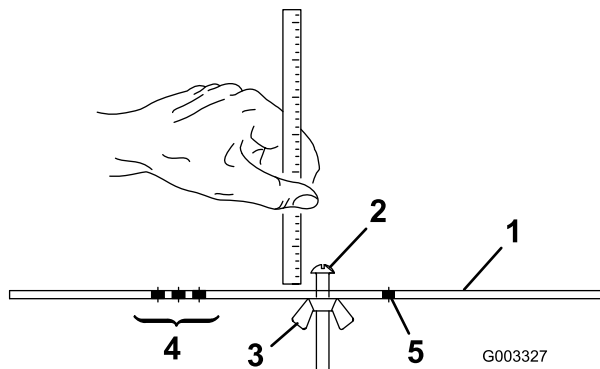

Bild 25
2. Lösen Sie die Mutter an der Messlehre (Bild 25) und stellen Sie die Einstellschraube auf die gewünschte Schnitthöhe ein.